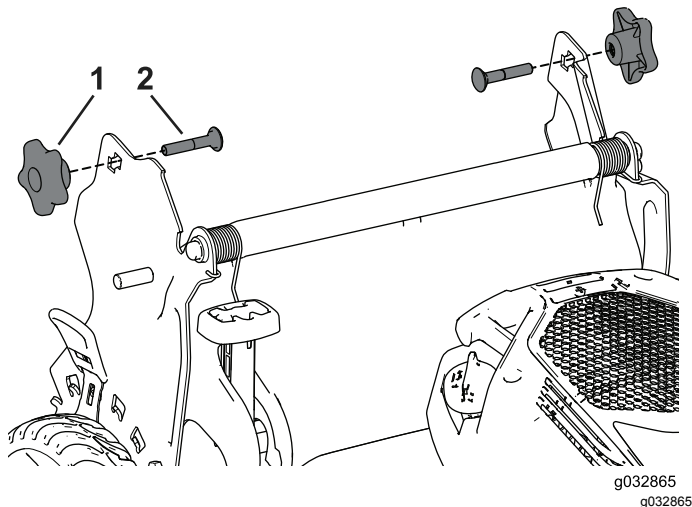

Bild 3
1. Entfernen Sie die zwei Holmhandräder und zwei Schlossschrauben von den Holmhalterungen (Bild 3).